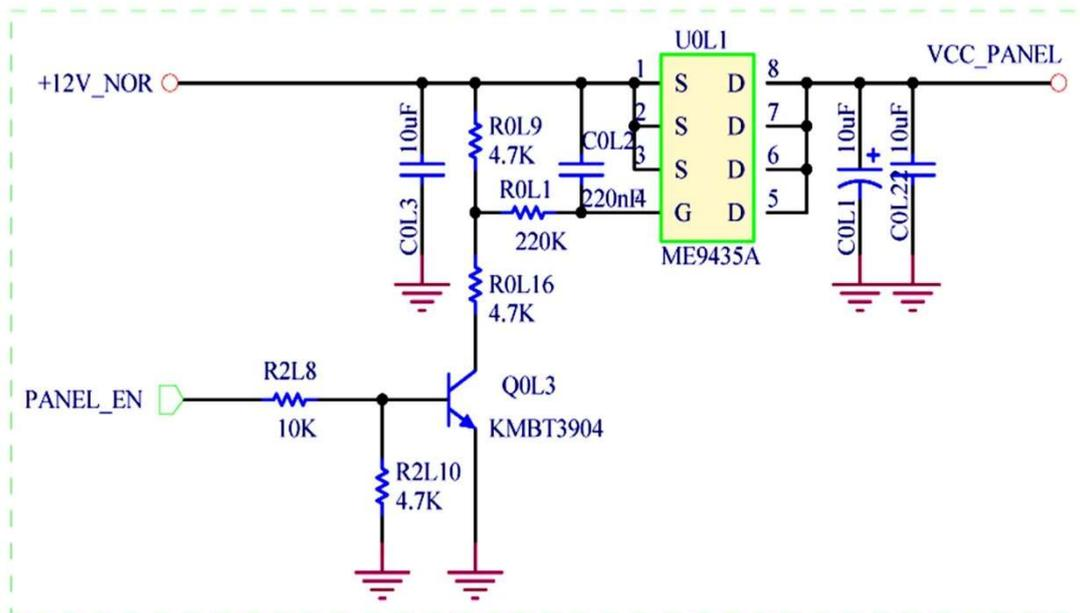

图 9 屏供电开关控制电路原理图
如图 9 所示，当 U25 送来开机信号（高电平）时，Q0L3 导通，U0L1 的④脚为低电平而导通，12V_NOR 供电经过 U0L1，输出 VCC_PANEL，用作液晶屏驱动电路的工作供电。
(3) 背光开关控制电路